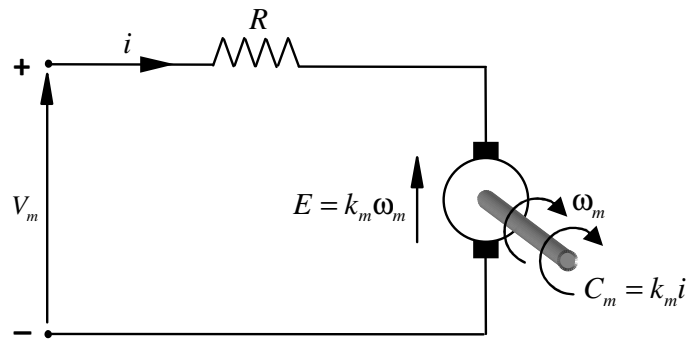

Figura 2: Schema semplificato del motore in c.c. (induttanza trascurabile).
3. Utilizzando per il motore elettrico il modello indicato in Figura 2, ricavare il diagramma qualitativo (cioè senza valori numerici) della coppia motrice  $C_m$  in funzione della velocità angolare  $\omega_m$  del motore supponendo nota la tensione  $V_m$  applicata ai morsetti + e - del motore.